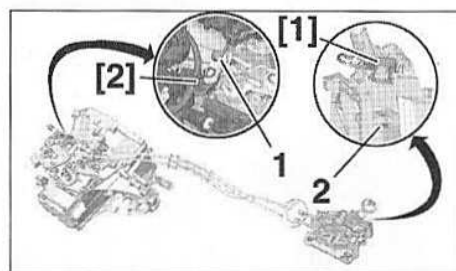

FIG.21
- l'agrafe de verrouillage (1) du câble de sélection (Fig.21),
- l'agrafe de verrouillage (2) du câble de passage.